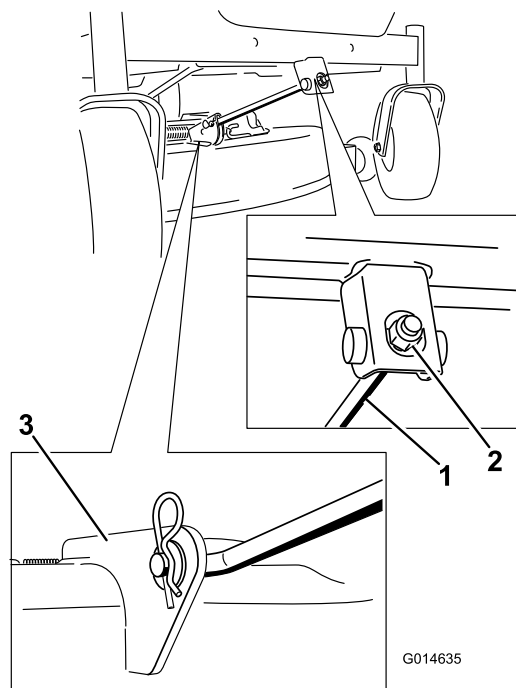

Figura 63
5. Retire la claveta de la varilla de soporte delantera y retire la varilla del soporte de la carcasa (Figura 63). Baje cuidadosamente la parte delantera de la carcasa del cortacésped al suelo.
6. Conecte la varilla de soporte delantera a la carcasa del cortacésped con el pasador y la chaveta (Figura 63).